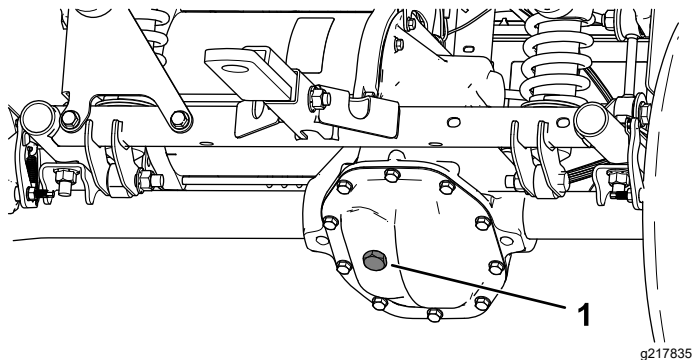

Figura 54
1. Tire o tampão de enchimento do conjunto eixo-transmissão (Figura 54).
2. Se o nível de fluido estiver baixo, retire o tampão de enchimento e adicione o fluido especificado até sair pelo furo (Figura 54).
4. Retire o tampão de enchimento na transmissão e encha a transmissão com o fluido especificado até que saia pelo furo de enchimento (Figura 54).